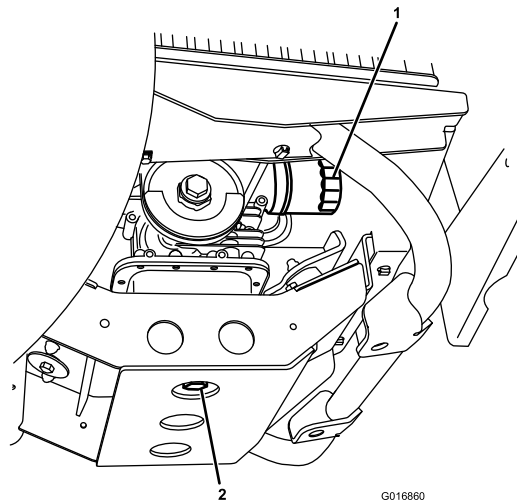

図 24
5. ドレンプラグ（図 24）を外してオイルを容器に受ける。オイルが抜けたらドレンプラグを取り付ける。
2. オイルフィルタ（図 24）を外す。